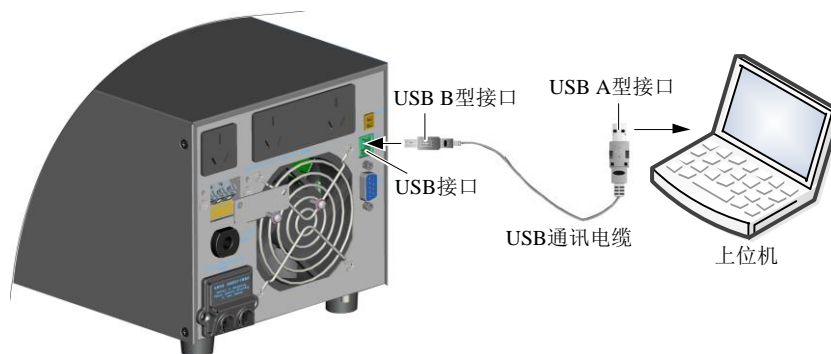

图2-6 USB 通讯电缆连接
2. 将 USB 通讯电缆的 B 型插头一端插至 UPS 后面板上的 USB 接口，如图 2-6 所示。
3. 将 USB 通讯电缆的 A 型插头一端插至上位机的 USB 接口，如图 2-6 所示。